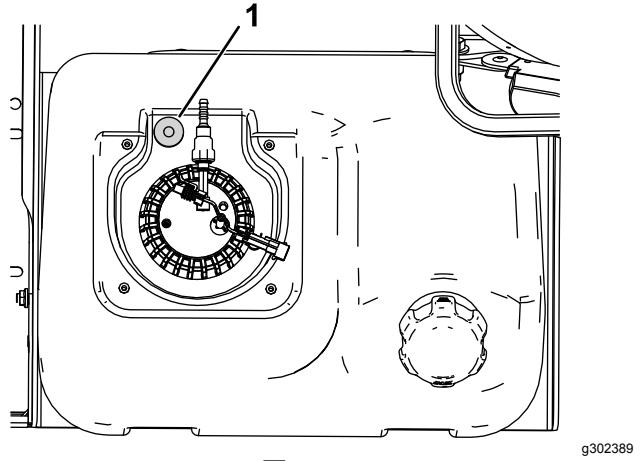

図 2
6. カバーの下にブッシュを**図 2**のように置いて、燃料タンクの中央にマーキングする。